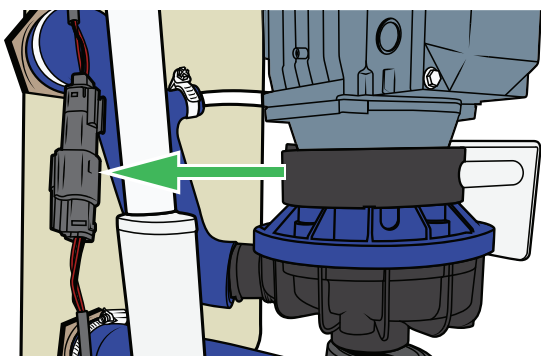

Figure 70
1. Branchez le connecteur du capteur d'entrée (détection du filtre d'entrée de l'Hydromassage). Voir Figure 70.